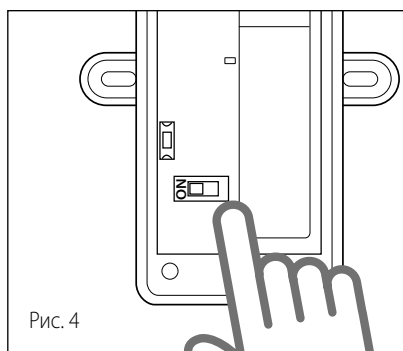

Рис. 4
- Установите микропереключатель на плате внешнего датчика в положение **ON (ВКЛ.)** (Рис. 4).